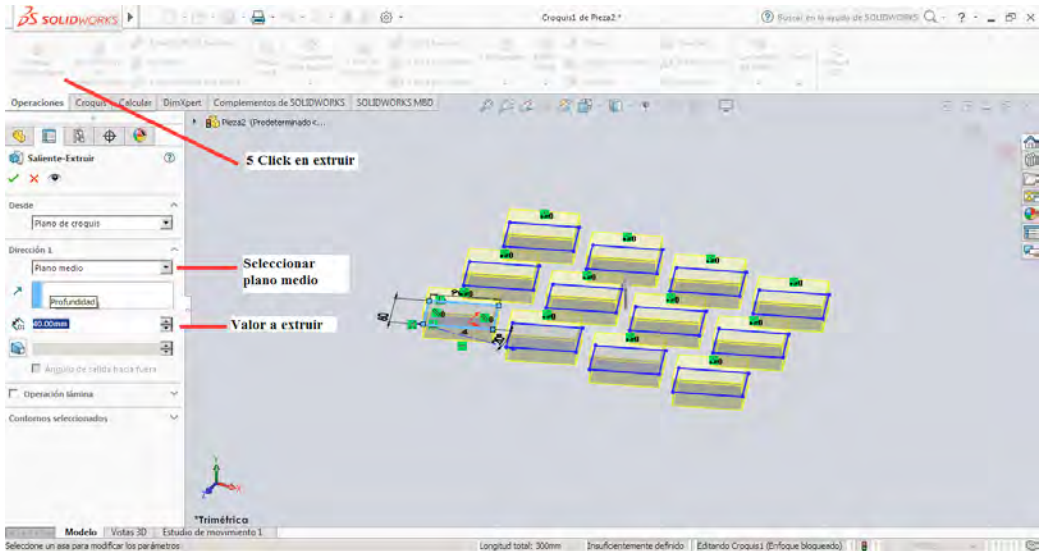

Figura 2-8
5. Con el patrón obtenido se va a la pestaña de operaciones y se realiza Click sobre la herramienta Extruir Saliente Base, esto con el fin de observar como es el comportamiento del patrón en un sólido 3D la extrusión a realizar es de 40 mm como se puede observar en la figura 2-8.